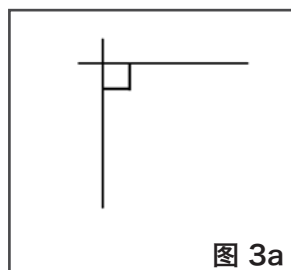
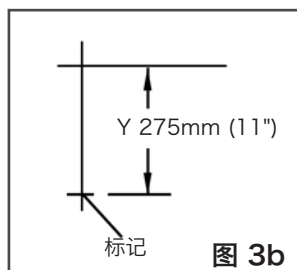
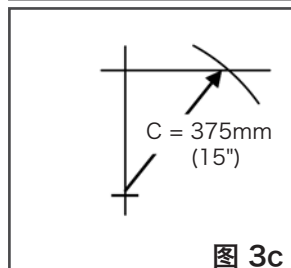

图 3a
图 3b
图 3c
3. **确定最终尺寸。**在一个垂直平面上，使用水平仪绘制一条水平线和一条垂线形成一个直角（图 3a）。从交叉点向下测量确定的“Y”尺寸并标记（图 3b）。从修改的“Y”标记开始测量，旋转卷尺与“X”线交叉，在交叉处标记“C”尺寸（图 3c）。从交点测量到“C”交点的距离，这就是新“X”尺寸（图 3d）。